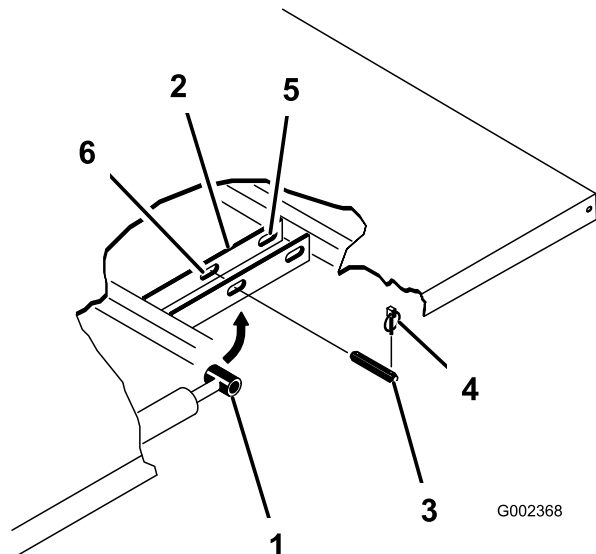

Figure 23
- Retirez les goupilles à anneau aux extrémités extérieures des axes des tiges de vérins (Figure 23).
- Retirez les axes de chape qui fixent les extrémités des tiges de vérins aux plaques de montage du plateau en les poussant vers l'intérieur (Figure 23).
- Retirez les goupilles à anneau et les axes de chape qui fixent les supports de pivot aux profilés du cadre (Figure 23).